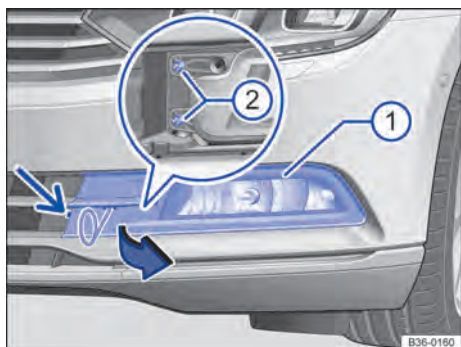
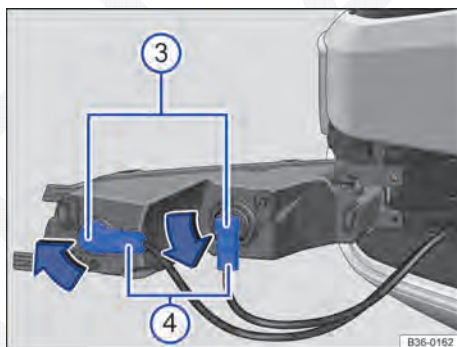

Fig. 309 No para-choque dianteiro à esquerda: lanterna para luz de neblina e farol de rodagem diurna.
Fig. 310 Substituir a lâmpada incandescente do farol.
2.	Com a chave de fendas das ferramentas de bordo → Página 437, desaparafusar o parafuso de fixação da cobertura → Fig. 309 (seta pequena) da cobertura.
3.	Introduzir o gancho extrator das ferramentas de bordo → Página 437 no entalhe conforme mostrado e puxar a cobertura → Fig. 309 ② com o gancho extrator para frente no sentido da seta.
4.	Desparafusar os parafusos de fixação do farol ② com a chave de fenda.
5.	Retirar para frente o farol do para-choque → Fig. 310.
6.	Destravar e retirar o conector ④ da lâmpada incandescente queimada.
7.	Para destravar a lâmpada incandescente ③, girá-la no sentido da seta e retire-a do farol.
9.	Inserir a lâmpada incandescente ③ no farol e girar até o batente no sentido contrário da seta → Fig. 310 para a posição original.
11. Encaixar o conector ④ na lâmpada incandescente até ouvir que ela foi travada.
13. Parafusar os parafusos de fixação do farol → Fig. 309 ②.
14. Reinsrer a cobertura ① no para-choque e travar.
15. Parafusar o parafuso de fixação da cobertura → Fig. 309 (seta pequena).